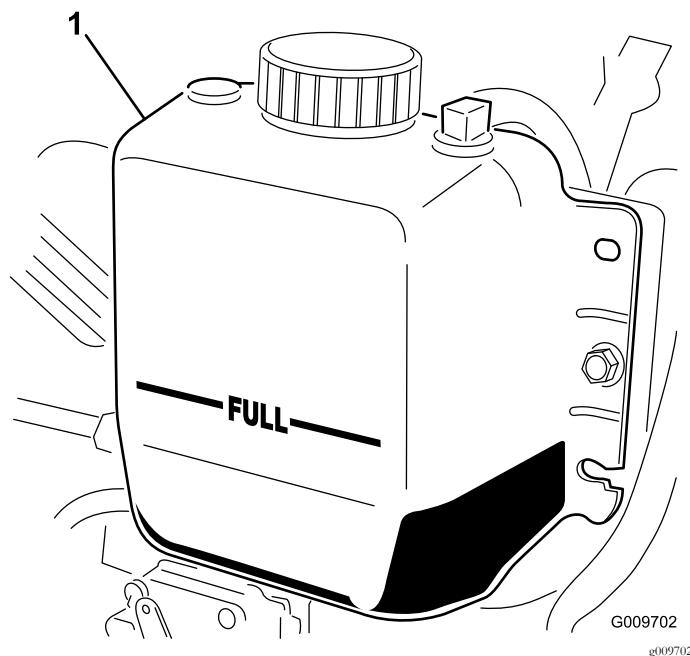

Bild 61
2. Prüfen Sie den Kühlmittelstand im Kühler. Der Kühler sollte bis zur Oberseite des Einfüllstutzens und das Ausdehnungsgefäß bis zur VOLL-Markierung gefüllt sein (Bild 61).